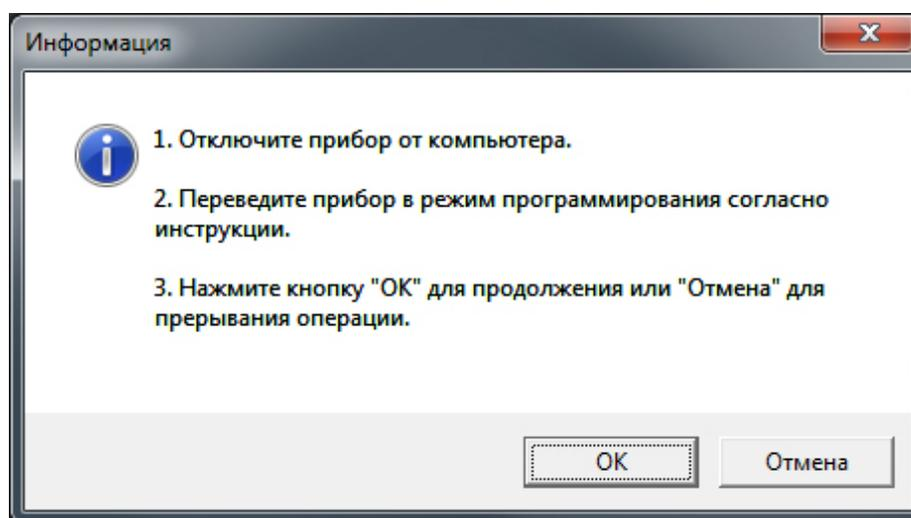

Рисунок 6 – Последовательность действий для обновления ПО прибора
2.6. Выполните действия, предложенные в диалоговом окне (рисунок 6), а именно:
3. Нажмите мышкой кнопку «ОК» в диалоговом окне программы – рисунок 6. Начнется процесс обновления программного обеспечения и появится окно, сопровождающее этот процесс, приведенное на рисунке 8.